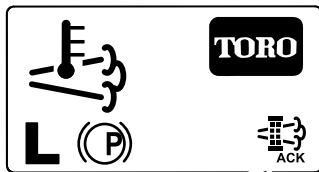

Bild 85
8. Im InfoCenter wird der Begrüßungsbildschirm angezeigt; das Symbol für die Bestätigung der Regenerierung (Bild 85) wird unten rechts auf dem Bildschirm angezeigt, wenn die Regenerierung ausgeführt wird.